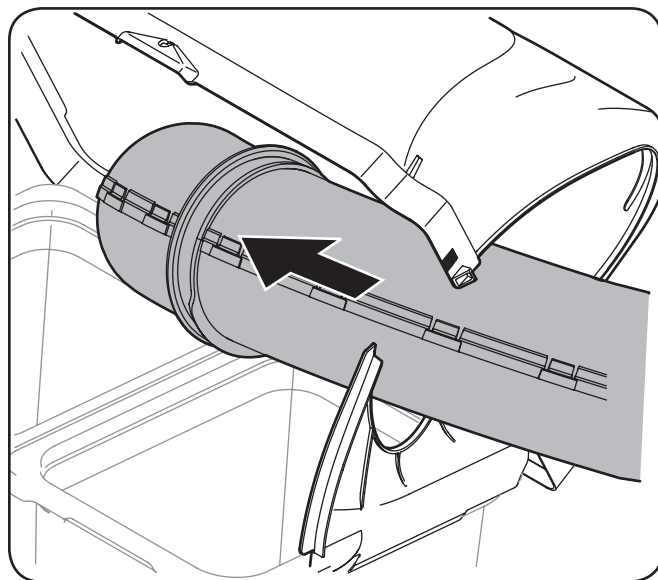

Figure 4-25
2. Tandis que le couvercle du bac de ramassage est ouvert, installez la goulotte d'éjection supérieure à travers l'ouverture de la goulotte, comme le montre la Figure 4-25.